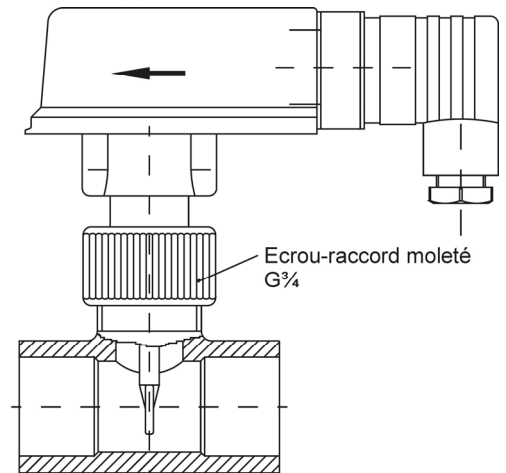

Fig. 6
- ✚ Pour le modèle ...MKU, étanchez la pièce tubulaire en PVC (Fig. 6) dans la conduite par un assemblage collé adéquat.